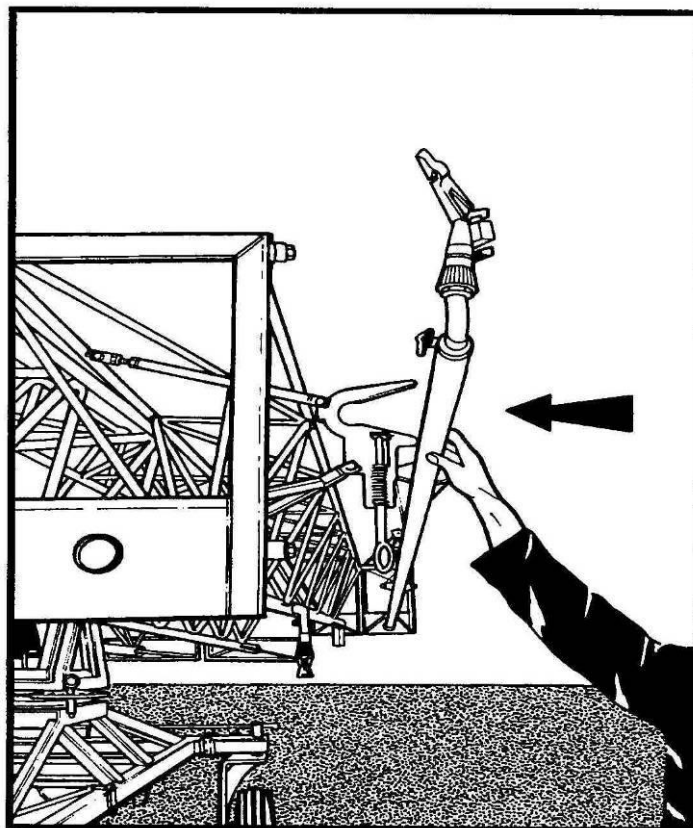

Abb.15
Die Endelemente des Auslegers und die Halterungen anbringen (Seite 13, Abb. 15). Sollen Regner am Ende des Auslegers eingesetzt werden, sind diese an die Endelemente anzubauen, vollständig anzuziehen und die Sektoreinstellung auf 180° nach außen hin einstellen. An Auslegern mit versetzter Schlauchzuführung ist die Deichsel an der Lenkgabel anzubringen und das Wassereinlassrohr am Querträger anzuschrauben. An Auslegern mit Zentralanhängung dient die Deichsel gleichzeitig als Wassereinspeisung. Die Anschlagketten befestigen (Seite 15, Abb. 17). Der Ausleger ist jetzt einsatzbereit.
- 5: Den Endabschnitt lösen, dazu die Griff hoch drücken und den Abschnitt um 180° schwenken. Den Ausleger in seiner Auflage sichern und sicherstellen, dass der Sperrstift vollständig eingerastet ist (Abb. 15).
- 7) Kontrollieren, dass der Ausleger von den Auflagen mittig gehalten wird. Bei Bedarf nachstellen (Seite 14, Abb. 15).